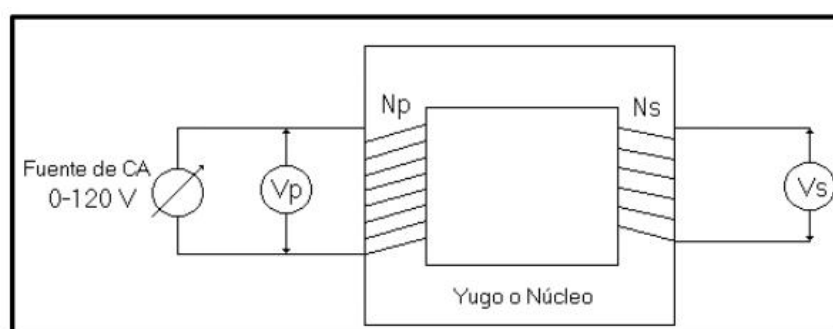

Figura 6. Circuito del transformador
1. Realizar el montaje como se observa en la **figura 6**.